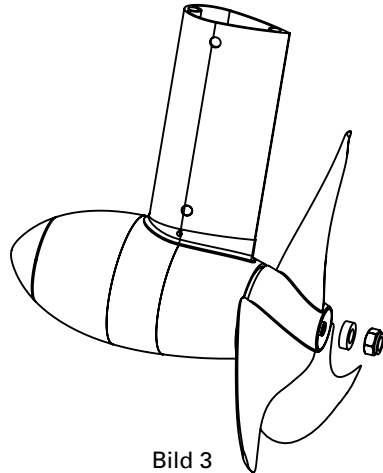

Bild 3
- Offeranod som skiva (Bild 3): Sätt offeranoden på drivaxeln och fäst den med en av de självlåsandet muttrarna som du tog bort vid isärtagningen.